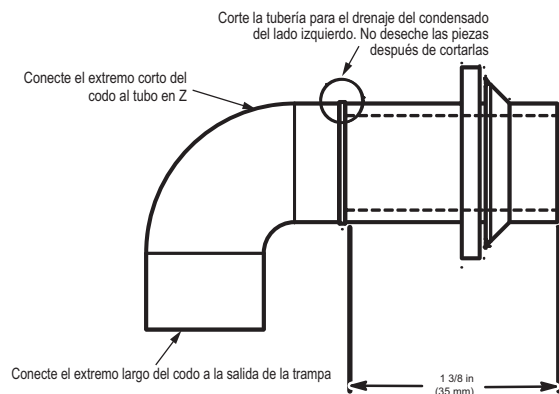

Fig. 17: Modificación del codo de goma de drenaje
3. Para acoplar la tubería Z a la trampa de condensación y al exterior del calefactor hay que modificar el codo de goma de drenaje formado como se muestra en la Fig. 17.
4. Para retirar la arandela formada del codo de drenaje de goma, corte el codo a lo largo de la línea vertical situada a 35 mm (1 3/8 in) aproximadamente de la arandela. Consulte la Fig. 17. **NO DESECHE LA ARADELA FORMADA NI EL CODO DE GOMA.** Utilizará ambas piezas.
SUGERENCIA DE LOS CONTRATISTAS: cuando se instale el calefactor en posición horizontal, utilice todo el codo de drenaje (es decir, **NO** lo corte como se muestra en la Fig. 17) para conectar la trampa a la línea de drenaje. Esto ayuda a evitar que los golpes y las sacudidas que pueda sufrir la línea de drenaje dañen la trampa de drenaje del calefactor. La tubería de drenaje debe estar bien alineada para que el codo no se doble.